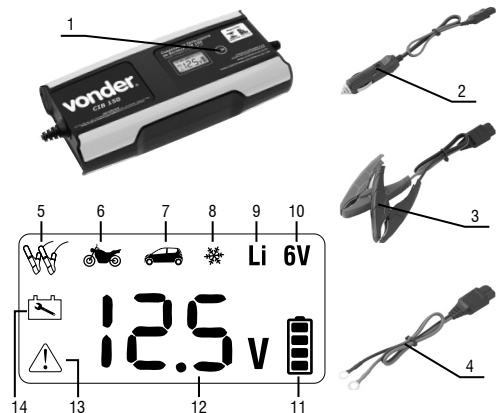

Fig. 1 – Componentes
- Sistema con microprocesador que divide la carga de la batería en 9 etapas, Fig. 1. Estas etapas garantizan una mejor calidad en la carga de la batería, asegurando de esta forma una mayor vida útil.